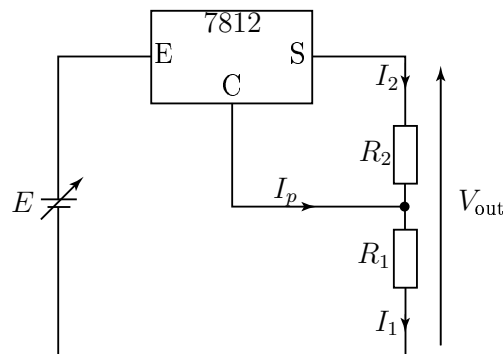

FIGURE 10 – Montage permettant de modifier la valeur de la tension stabilisée.
4.3.3.1 Variation de la tension de sortie On peut modifier la valeur de la tension de sortie en réalisant le montage représenté figure 10.